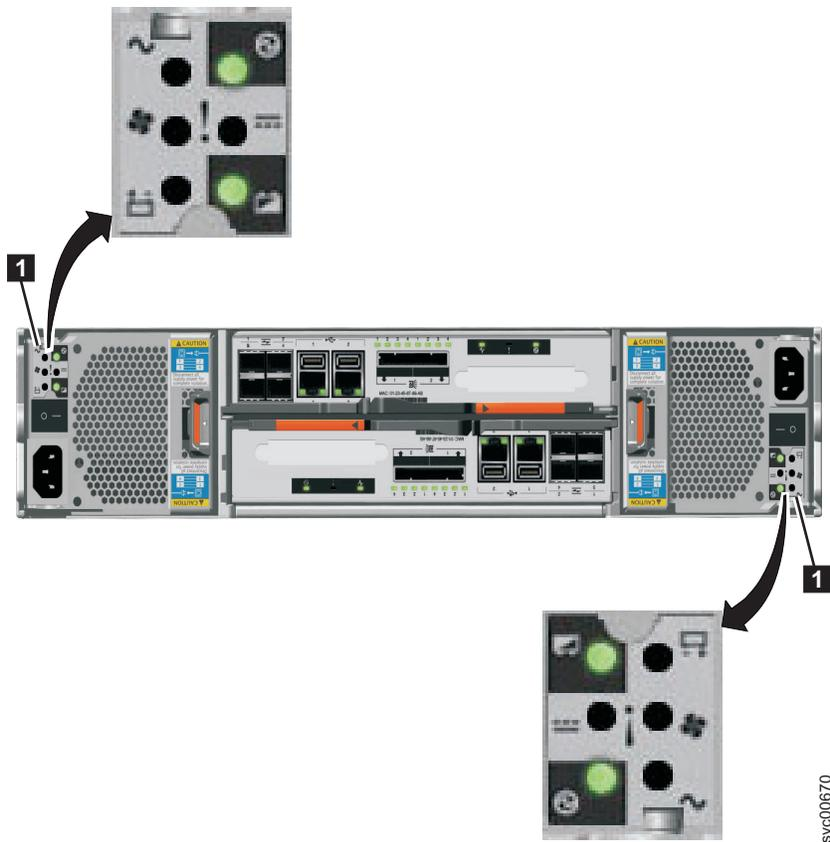

Figura 47. LEDs nas Unidades da Fonte de Alimentação do Gabinete de Controle
1. Utilize o LED estado da falha de energia AC, de fonte de alimentação OK, de falha de ventilador e de energia DC em cada unidade de fonte de alimentação no gabinete para determinar se há energia no sistema ou se há problemas de energia. A Figura 47 na página 231 mostra os LEDs na unidade de fonte de alimentação para o 2076-112 ou 2076-124. Os LEDs nas unidades de fonte de alimentação para o 2076-312 e 2076-324 são parecidos, mas eles não são mostrados aqui.